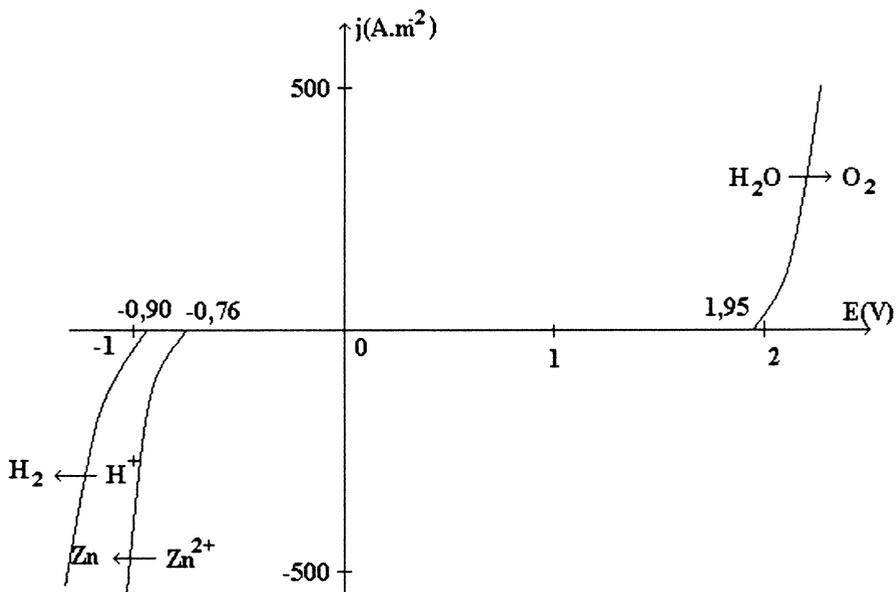

Figure 6 : courbes intensité-potential pour l'eau et les ions zinc
- 17- A l'aide la figure 6 donner l'équation d'électrolyse qui a réellement lieu. A quoi sont dus ces changements ? Si on impose une densité de courant de  $500 \text{ A.m}^{-2}$ , quelle devrait être la différence de potentiel appliquée aux bornes des électrodes ?